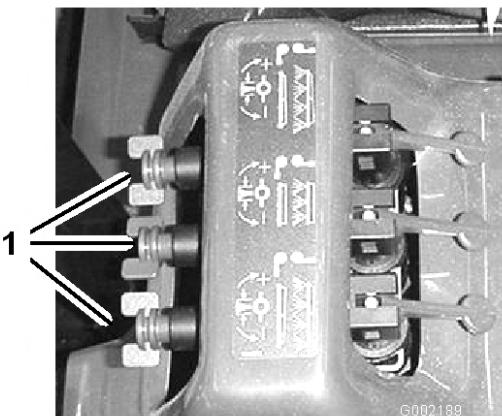

図 27
12. OFF にしたブームのバルブの下にているバイパス・バルブ (図 27) を使って、上記手順 9 で設定した水圧と同じ水圧に調整する。